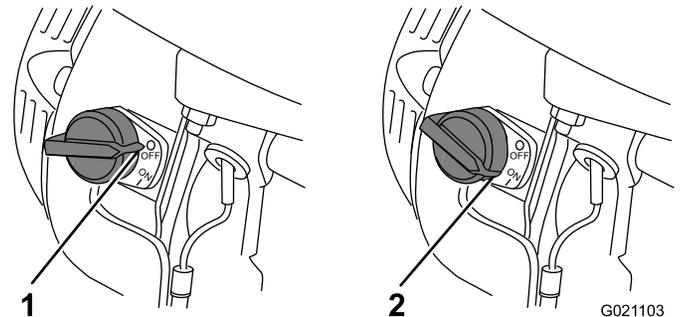

Figure 12
La commande Marche/Arrêt (Figure 12) permet de démarrer et d'arrêter le moteur. Cette commande est située sur l'avant du moteur. Tournez la commande Marche/Arrêt en position de MARCHE (ON) pour démarrer le moteur et le faire tourner. Tournez la commande Marche/Arrêt en position d'ARRÊT (OFF) pour arrêter le moteur.